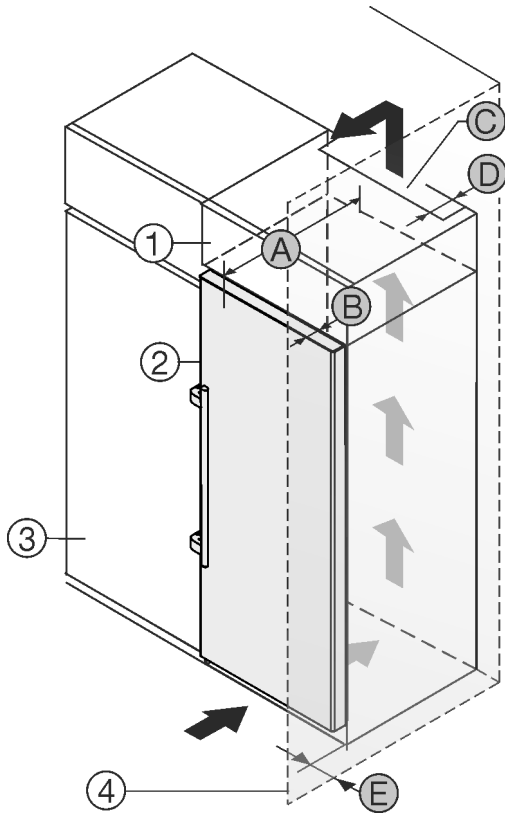

Fig. 2
Voit pystyttää laitteen suoraan jääkaapin Fig. 2 (3) viereen.*
Lisäkaapin takana on oltava lisäkaapin levyinen poistoilmakuilu, jonka syvyys on Fig. 2 (D).*
Katon alapuolelle on jäätävä ilmanvaihdon poikkipinta-alaa Fig. 2 (C) vastaava tila.*
Jos asennat laitteen oven saranapuolen seinän Fig. 2 (4) viereen, laitteen ja seinän väliin on jätettävä vähintään 57 mm väli. Tämä vastaa kahvan ulkonemaa oven ollessa auki.*
Jotta voit avata ovet kokonaan, laitteen on oltava oven syvyyden Fig. 2 (B) verran ulospäin keittiökaappien etureunasta. Keittiökaappien Fig. 2 (3) syvyyden ja välikkeiden käytön mukaisesti laite voi olla ulompana.*